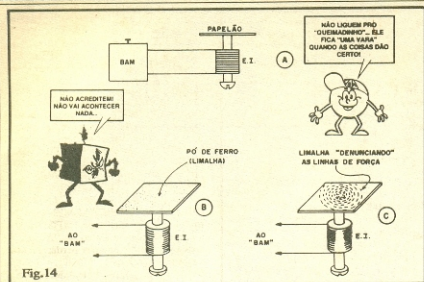

Fig. 14
- FIG. 14-A - O nosso ELETROIMÃ, já construído para a EXPERIÊNCIA anterior, deve simplesmente ser ligado à saída do B.A.M. Arranje uma maneira do Eletroimã ficar "em pé", apoiando sobre a extremidade superior do parafuso/núcleo, um quadrado de
- FIG. 14-B - Obtenha limalha de ferro em qualquer oficina mecânica, torneira, retificadora ou serralheira (os caras estão "loucos" para se livrarem daquilo, e se Você for lá pedir eles lhe obrigarão a levar mais do que solicitou...). Deposite um pouco da limalha (pó de ferro, ou pequeninos cavacos industriais...) sobre o papelão (que repousa sobre o eletroimã, como vimos em 14-A). Espalhe regularmente o material sobre toda a superfície do quadrado.
- FIG. 14-C - Pressione o interruptor do B.A.M. O pulso de corrente gerará magnetismo suficientemente forte pa-